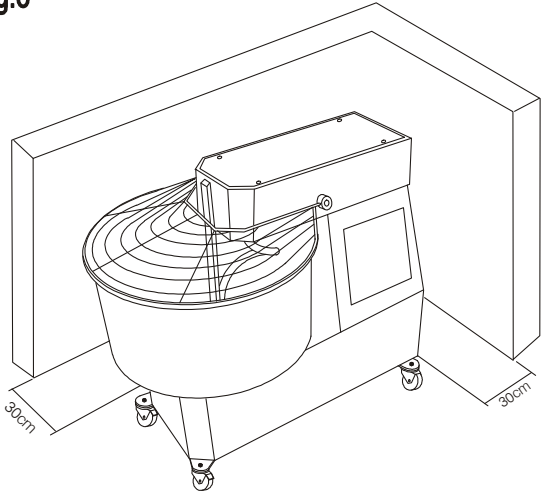

Fig.7
- Quitar la tapa superior y la posterior (fig.7, ref. C-D).
- Quitar la tapa superior (fig.7, ref. C).
- Quitar la tapa superior o la posterior según la cadena que se tenga que sustituir (fig.7, ref. C-D).